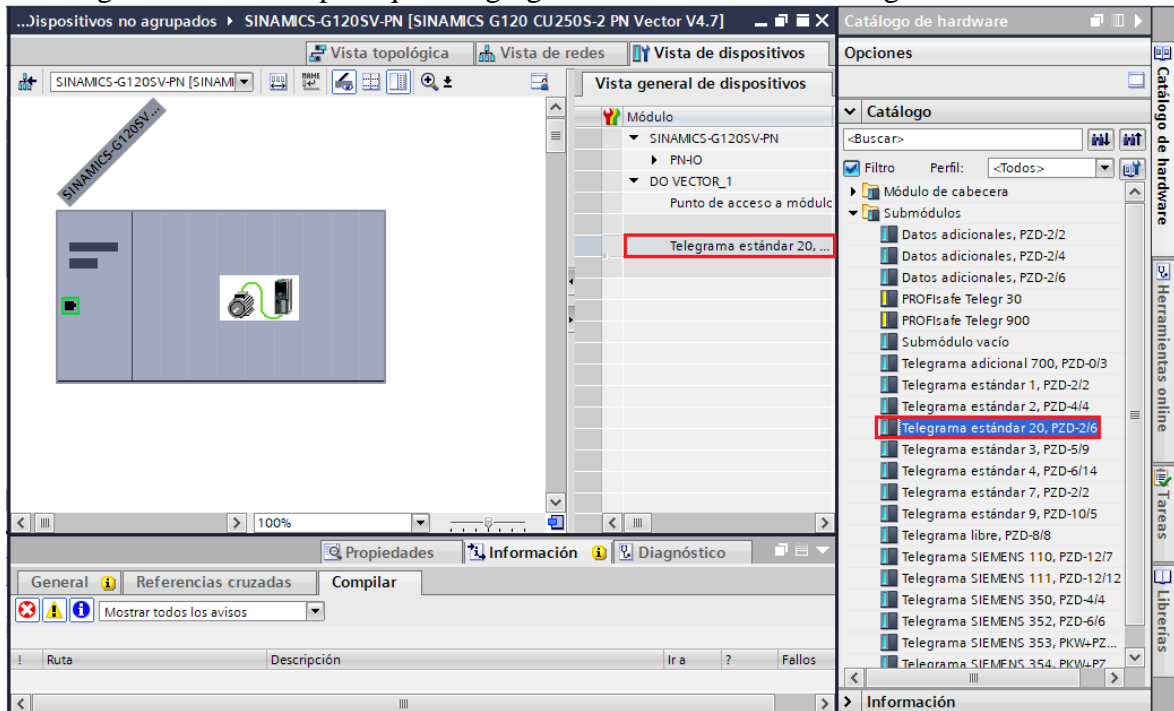

Figura 15. Asignar el telegrama estándar 20.
(2) Luego de agregar el variador de frecuencia, se asigna el telegrama de comunicación (Telegrama 20), para lo cual se debe dar doble clic sobre el Variador de frecuencia y posteriormente ubicarse en **“Catálogo de Hardware”**.
- Luego dar clic sobre **“Submódulos” / “Telegrama estándar 20, PZD-2/6”** (ver Figura 15).